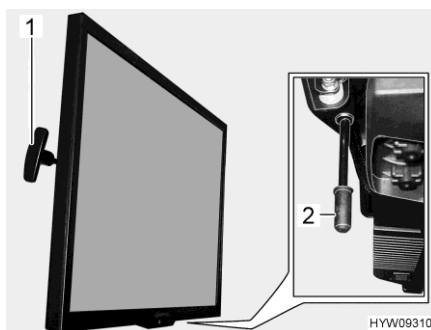

Fig. 87 Schermo piatto
- Tirare la maniglia (Fig. 87,1) e tenerla in posizione. Lo schermo piatto è sbloccato.
- Tirare la maniglia (Fig. 87,2) verso il basso e tenerla in posizione. Lo schermo piatto è sbloccato.